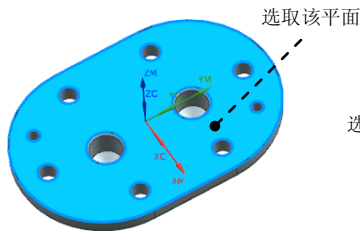

图 19.22 选取面
Step2. 指定顶面。单击“钻”对话框中 **指定顶面** 右侧的  按钮，系统弹出“顶面”对话框；在“顶面”对话框中的 **顶面选项** 下拉列表中选择 **面** 选项，然后选取图 19.22 所示的面；单击“顶面”对话框中的 **确定** 按钮，返回“钻”对话框。